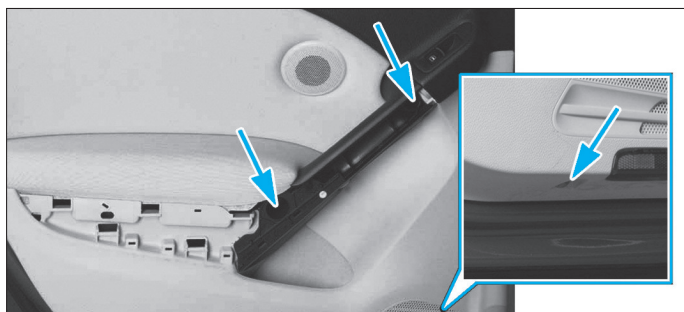

Fig. 45
- Déposer les trois vis (Fig.45)